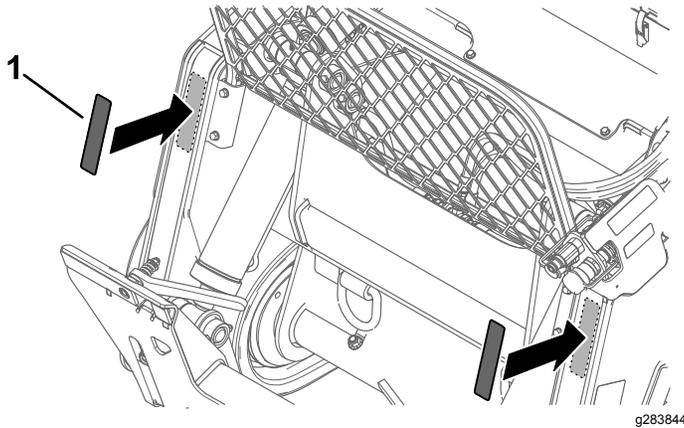
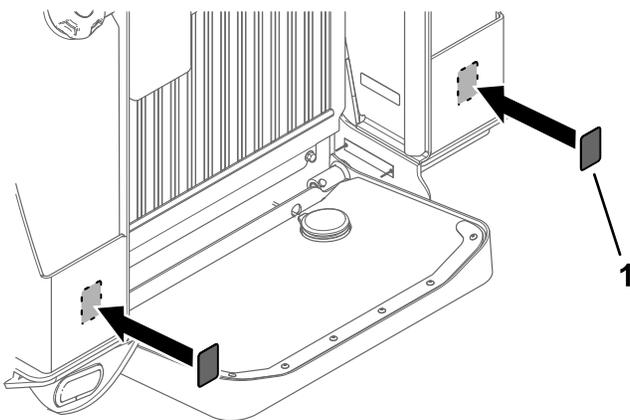

Figura 13
Figura 14
1. Limpie a fondo las superficies de la parte trasera de la máquina y la parte delantera de los brazos de carga en los puntos indicados en la Figura 13 y la Figura 14.